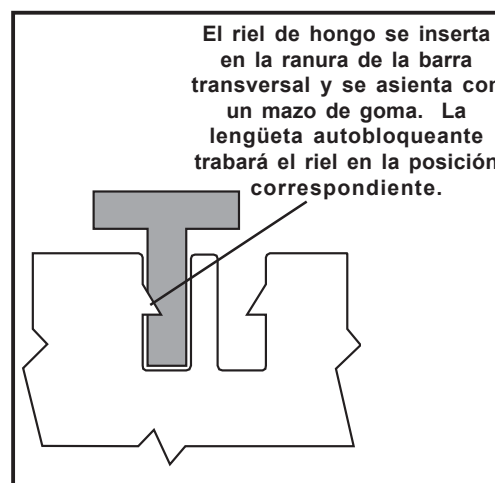

Figura 59
5. Con un mazo de goma, golpee el riel hasta que encaje plenamente en la ranura de la barra transversal. La lengüeta autobloqueante trabará al riel de hongo en la posición correspondiente (ver Figura 59).